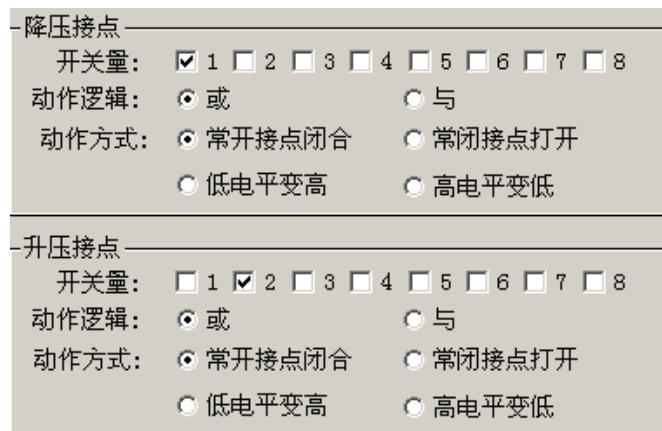

图 3.7-10
- 设置“升压接点”和“降压接点”，如图 3.7-10。
在图 3.7-10 中设置“升压接点”和“降压接点”接入测试仪的端口号、动作逻辑、动作方式。